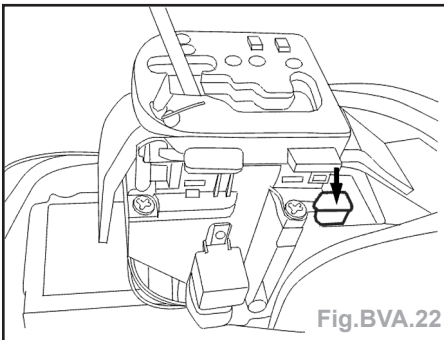

Fig.BVA.22
- déverrouiller le Shift-Lock à l'aide d'un tournevis (Fig.BVA.22).